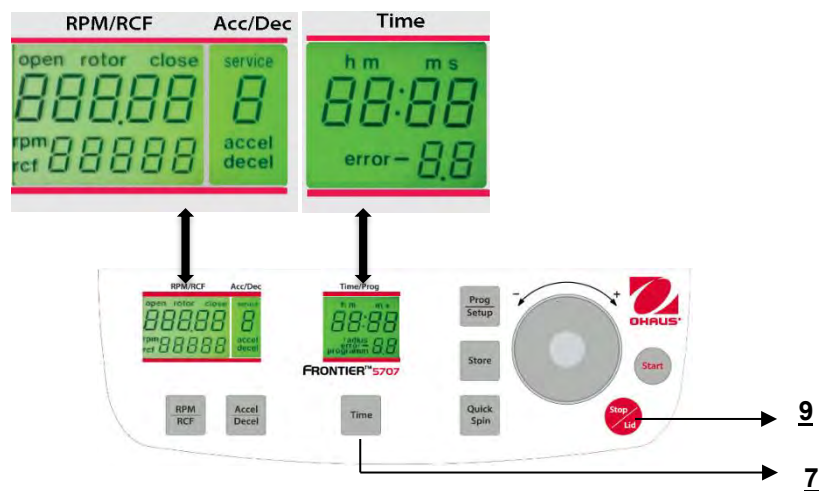

Abbildung. 27
Während die Zentrifuge ausgeschaltet ist, drücken Sie gleichzeitig die Tasten **"Time"**(7) und **"Stop/Lid"** (9) und schalten Sie die Zentrifuge am Hauptschalter ein. Lassen Sie nun beide Tasten los und als ein Ergebnis hiervon wird ein Anzeigetest von ungefähr 5 Sekunden durchgeführt. Alle Indikatoren werden gleichzeitig erscheinen (siehe Abbildung 27).